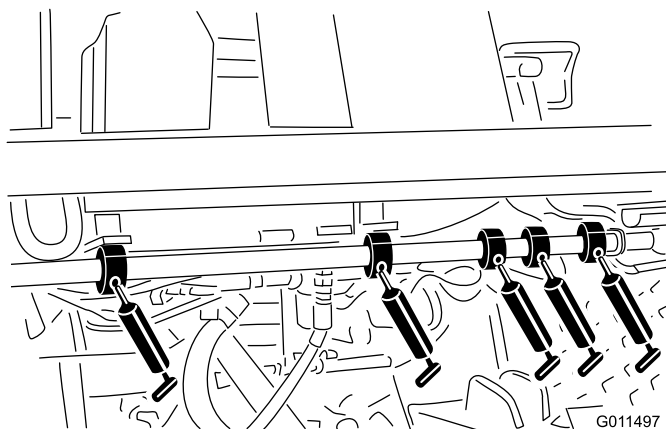

Figura 37
- Cuscinetti orientabili (5) dell'albero del freno (Figura 37)